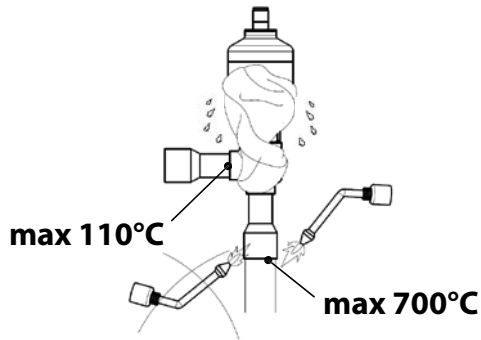
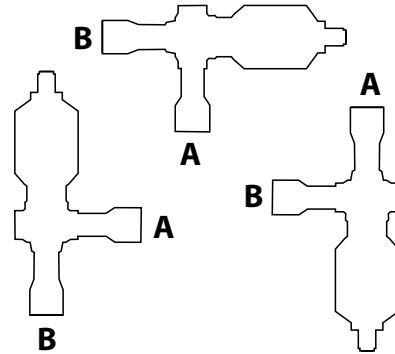

Fig. 2.
Fig. 3.
<p>CONNECTION TO THE CIRCUIT</p> <ol style="list-style-type: none"> <li>Remove the plastic plugs before brazing.</li> <li>Before connecting the valve to the circuit, check that pipelines are clean. The valve seat is particularly sensitive to dirt and dust, therefore is recommended to install a mechanical filter before the refrigerant inlet.</li> <li>According to the MOPD value required, the valve can be mounted with the refrigerant inlet on both connections.</li> <li>The valve can be oriented in any position. (See Fig. 3).</li> <li>During this process cover the valve with a wet rag and keep the flame away the body. (See Fig. 2).</li> <li>In the refrigerant circuit, the typical position of the electronic expansion valve is upstream of the evaporator.</li> <li>The sensors must be installed directly downstream of the evaporator. The temperature probe must be adequately thermally insulated. The pressure sensor must be mounted upstream of any devices that can affect the measure. (See Fig. 4).</li> </ol>	<p>MONTAGGIO SULLA TUBAZIONE</p> <ol style="list-style-type: none"> <li>Rimuovere i tappi di plastica prima della brasatura.</li> <li>Prima del collegamento alla tubazione assicurarsi che la tubazione sia ben pulita. La sede della valvola teme molto la sporcizia pertanto, a monte della valvola si suggerisce il montaggio di un filtro a rete.</li> <li>In accordo ai livelli di MOPD richiesti, la valvola, può essere montata con l'ingresso del refrigerante da entrambe le connessioni.</li> <li>Nello spazio, la valvola può essere montata con qualsiasi orientamento. (Vedi Fig. 3).</li> <li>Durante questo processo proteggere il corpo valvola con uno straccio bagnato ed evitare che la fiamma lo investa direttamente. (Vedi Fig. 2).</li> <li>Nel circuito frigorifero, la tipica posizione della valvola di espansione elettronica è a monte dell'evaporatore.</li> <li>I sensori devono essere installati immediatamente a valle dell'evaporatore. Il sensore di temperatura deve essere ben isolato termicamente e il sensore di pressione deve essere montato a monte di eventuali dispositivi che ne alterino la misura. (Vedi Fig. 4).</li> </ol>
<p>MONTAJE EN EL TUBO</p> <ol style="list-style-type: none"> <li>Retire los tapones de plástico antes de llevar a cabo la soldadura.</li> <li>Antes de conectar al tubo asegúrese de que el tubo está bien limpio. La sede de la válvula se ve muy afectada por la suciedad, por lo que le aconsejamos colocar un filtro de red antes de la válvula.</li> <li>Según los niveles de MOPD requeridos la válvula, puede montarse con la entrada de refrigerante en ambas conexiones.</li> <li>En el espacio, la válvula puede montarse en cualquier orientación. (Ver Fig. 3).</li> <li>Durante este proceso proteja el cuerpo de la válvula con un trapo humedecido y evite que la llama lo alcance directamente. (Ver Fig. 2).</li> <li>En el circuito frigorífico, la típica posición de la válvula de expansión electrónica se sitúa antes del evaporador.</li> <li>Los sensores han de instalarse inmediatamente después del evaporador. El sensor de temperatura ha de quedar bien aislado teóricamente y el sensor de presión ha de montarse antes de eventuales dispositivos que puedan alterar sus mediciones (Ver Fig. 4).</li> </ol>	<p>ROHRLEITUNGSEINBAU</p> <ol style="list-style-type: none"> <li>Vor dem Löten die Kunststoffverschlüsse entfernen.</li> <li>Vor dem Anschluss an die Rohrleitung sicherstellen, dass diese richtig sauber ist. Der Ventilsitz ist sehr schmutzempfindlich, weshalb sich die Montage eines Netzfilters vor dem Ventil empfiehlt.</li> <li>In Übereinstimmung mit den erforderlichen MOPD Stufen kann das Ventil mit dem Kältemittelintritt an beiden Anschlüssen montiert werden.</li> <li>Innerhalb des vorhandenen Platzes kann das Ventil in beliebiger Ausrichtung montiert werden. (Siehe Fig. 3.).</li> <li>Während dieses Arbeitsgangs den Ventilkörper mit einem nassen Lappen schützen und direkte Berührung mit der Flamme verhindern. (Siehe Fig. 2.).</li> <li>Typischerweise ist das elektronische Expansionsventil im Kältekreislauf vor den Verdampfer montiert.</li> <li>Die Fühler müssen direkt hinter dem Verdampfer installiert werden. Der Temperatursensor benötigt eine gute Wärmeisolierung und der Drucksensor muss vor mögliche Vorrichtungen montiert werden, die dessen Messung beeinträchtigen können. (Siehe Fig. 4.).</li> </ol>
- Le détendeur peut être monté sur n'importe quelle position. (Voir Fig. 3.)
- Pendant cette opération, protéger le corps du détendeur à l'aide d'un chiffon mouillé et éviter que la flamme ne l'atteigne directement. (Voir Fig. 2.)
- Клапан может устанавливаться в любом положении (Смотри РИС.3).
- Во время этой операции накройте клапан мокрой тряпкой и не направляйте пламя горелки на корпус клапана. (Смотри РИС. 2).